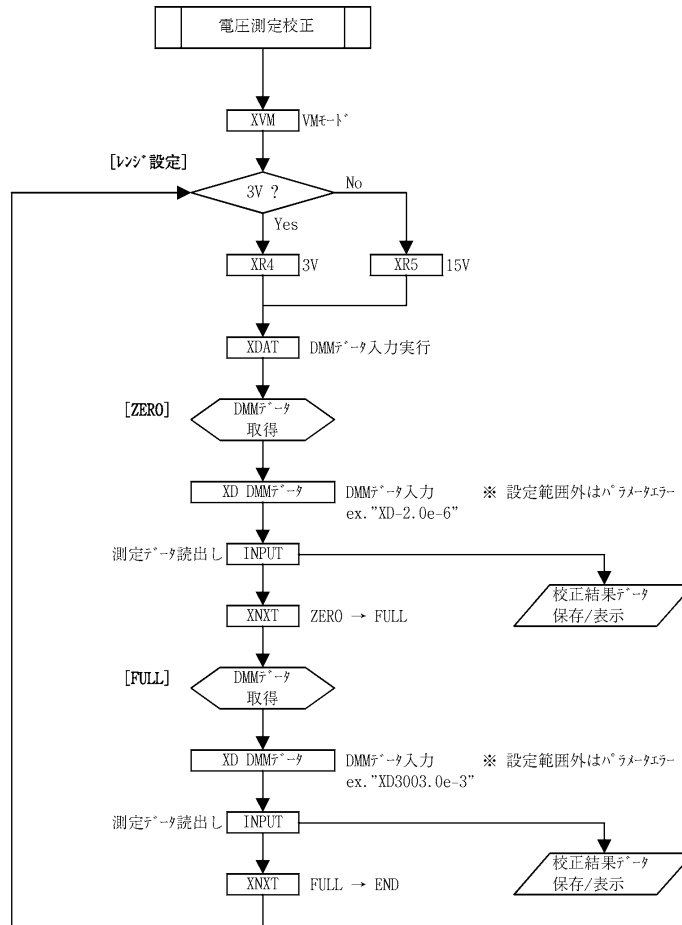

図 8-5 校正手順 (3)
5. 図 8-4 校正手順 (2)、図 8-5 校正手順 (3) により校正を行います。